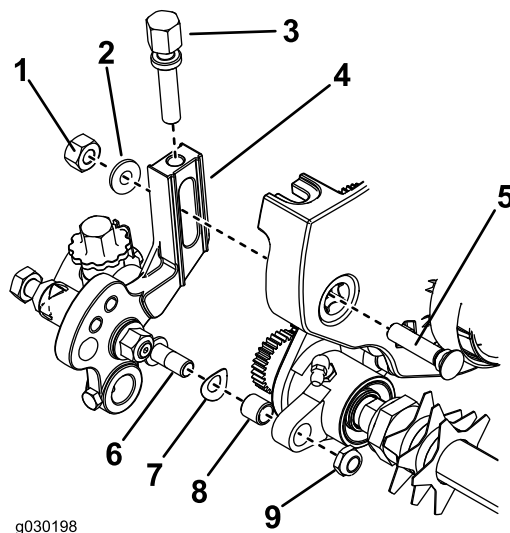

图13
1. 将轴套安装到右疏草刀驱动组件的孔中 图13。
2. 将剪草高度调整螺丝旋入右调整臂组件的顶部 图13。
3. 将弹簧垫圈安装到剪草高度臂组件的杆端上 图13。
4. 用防松螺栓、螺母和专用垫圈将右调整臂组件安装至滚刀组侧板 图13。
5. 用锁紧螺母将调整臂组件的杆端固定至疏草刀驱动组件 图13。
- 将轴套安装到左疏草刀驱动组件的孔中图13。
- 将剪草高度调整螺丝旋入左调整臂组件的顶部图13。
- 将弹簧垫圈安装到左剪草高度臂的杆端上图13
- 用防松螺栓、螺母和新垫圈将左调整臂组件安装至滚刀组侧板图13。
- 用锁紧螺母将调整臂组件的杆端固定至疏草刀驱动组件图13。